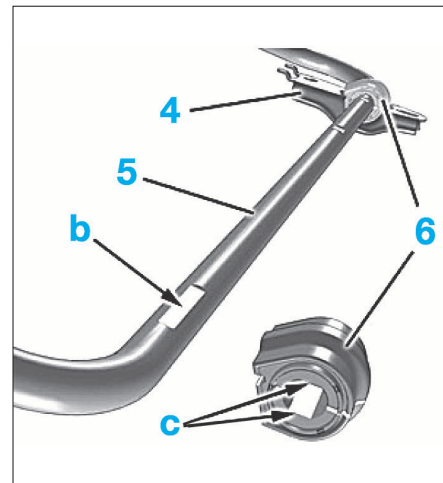

FIG. 15
Positionner la barre de façon à avoir le détrompeur de couleur sur la droite. Le positionnement latéral et horizontal est réalisé par deux méplats en "c" à l'intérieur du palier (6) et des empreintes en "b" sur la section de barre stabilisatrice (Fig.15).